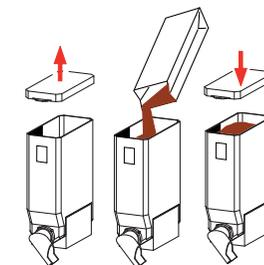

Fig. 27
2. Vul de canister(s) met het juiste product (fig. 27).